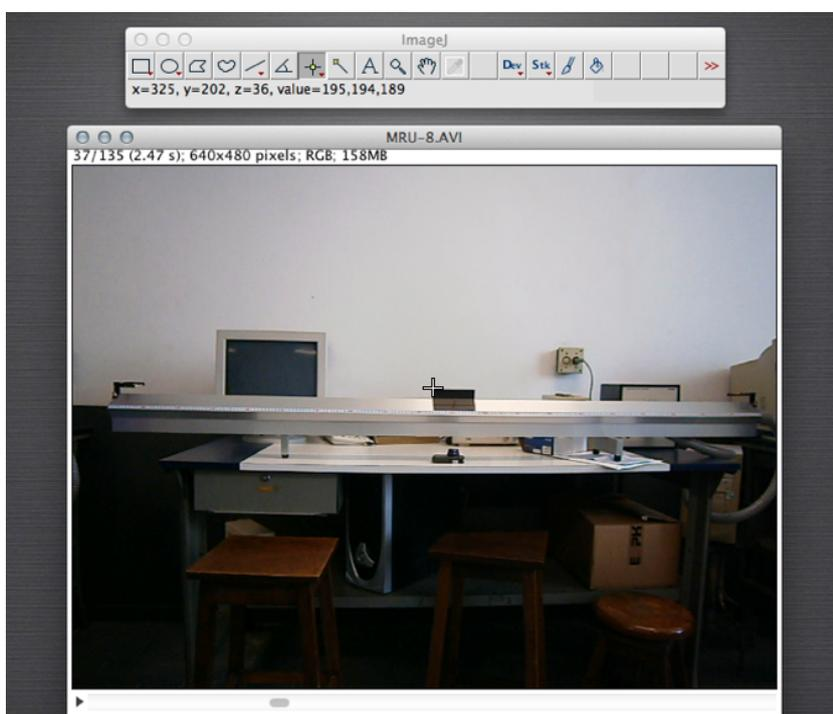

Figura E.3: ImageJ: posição do cursor sobre a imagem.
5. Experimente passar o cursor do mouse sobre a imagem. Você verá que embaixo da barra de ferramentas do ImageJ aparecerão alguns números, por exemplo, na Figura E.3:  $x=325$ ,  $y=202$ ,  $z=36$ ,  $value = 195$ . As letras “x” e “y” correspondem à posição do cursor em “pixels” no sistema de referência mostrado na Figura E.3. A
6. Observe agora no canto superior esquerdo das imagens do filme (Figura E.3). Aparecem números semelhantes a “37/135 (2.47s); 640x480 pixels; RGB; 158 MB”. O primeiro deles significa que está sendo exibida a imagem 37 de um total de 135. O instante de tempo no qual essa imagem foi capturada em relação ao início do filme é indicado pelo número entre parênteses “2.47s” que é dado por  $1/15 \times 37$  s (onde  $1/15$  corresponde a 15 fotos ou *frames* por segundo), “640 X 480 pixels” corresponde às dimensões da imagem em número de “pixels”, “RGB” corresponde à qualidade da imagem, e “158 MB” corresponde ao espaço de memória do computador que foi uti-